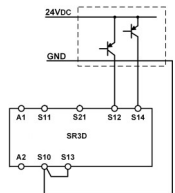
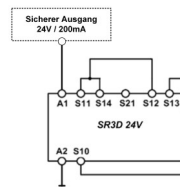

Abb. 10:
Abb. 11:
- Für Anwendungen nach Abb. 10 und Abb. 11 ist darauf zu achten, dass das Bezugspotential des Signalgebers und des SR3D das Gleiche ist